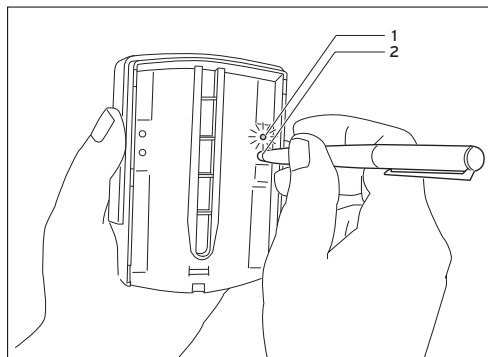

Fig. 3.6 Colocar em funcionamento o sensor exterior por rádio
⇒ Active o sensor exterior por rádio carregando no botão (2, Fig. 3.6) na parte traseira à direita, por exemplo, com um lápis. A LED verde (1, Fig. 3.6) fica intermitente de 2 até 30 segundos.
- ⇒ Puxe o regulador por rádio do suporte de parede. Para o efeito, introduza uma chave de fendas nas duas linguetas de engate (veja as setas na Fig. 3.6).